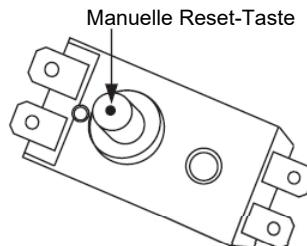

Abb. 6
3. Drücken Sie den Knopf in der Mitte des Thermoschalters, siehe Abb.6;